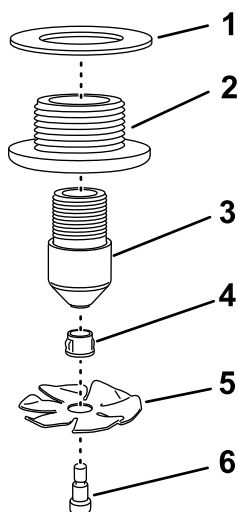

Figura 20
1. Montate la ruota di lavaggio ad alette e la boccia sul bullone di spallamento (**Figura 20**).
2. Montate la ruota di lavaggio ad alette, la boccia e il bullone di spallamento sull'ugello di lavaggio (**Figura 20**).
4. Montate il gruppo ugelli di lavaggio sul raccordo del diaframma e serrate manualmente (**Figura 20**).
5. Montate la guarnizione sul raccordo del diaframma (**Figura 20**).